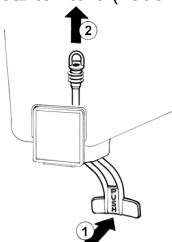

figura 2
5 Rubinetto a gommino: premere (1) la leva comando rubinetto e sfilare (2) il gommino dal foro d'uscita del contenitore (vedere figura 2).